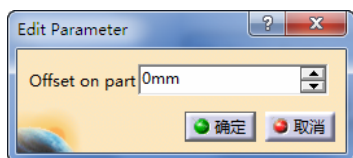

图 5-15 定义零件余量 (1)
● 定义零件余量 (1)。双击“Isoparametric Machining.1”对话框中的“Offset on part”，弹出“Edit Parameter”对话框，可设置余量大小为“0mm”，如图 5-15 所示。